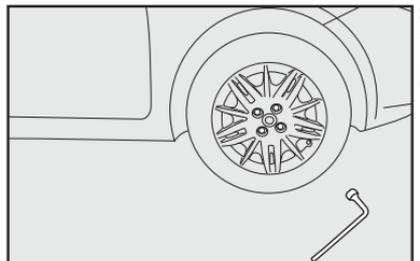

fig. 5
- Afloje una vuelta aproximadamente los tornillos de fijación de la rueda que va a cambiar **fig. 5**.